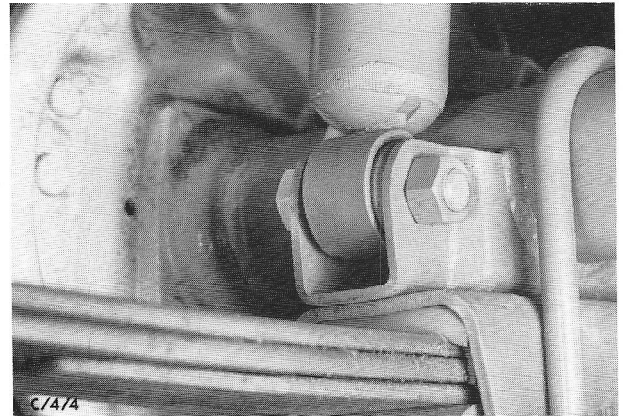

Fig.12 Onderste bevestiging schokdemper.
11. Bevestig de stabilisatorstang aan de langsliggers. Draai de bouten nog niet vast. Bevestig de schokdempers aan het achterbrughuis (fig.12).